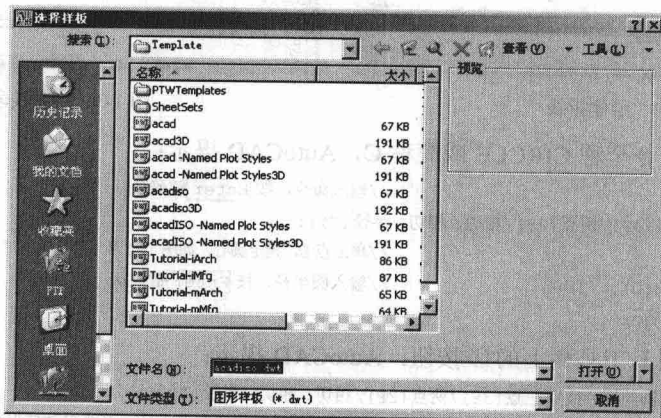

图 1-1 【选择样板】对话框
(1) 启动 AutoCAD。
(2) 选择菜单命令【文件】/【新建】,打开【选择样板】对话框,如图 1-1 所示。该对话框中列出了用于创建新图形的样板文件,默认的样板文件是“acadiso.dwt”。单击 **打开(O)** 按钮,开始绘制新图形。